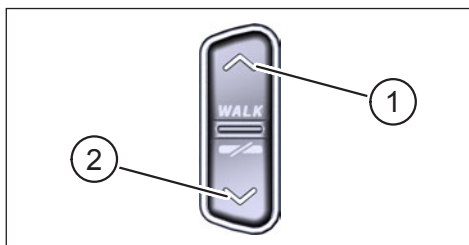

Fig. 2: Funcionamiento en el Remote
Pos. en Fig. 2	Descripción
- ▶ Mantenga pulsado el botón en el Display (Pos. 5 en Fig. 1) y el botón ABAJO en el Remote (Pos. 2 en Fig. 2) durante al menos 5 segundos.
- Pulse el botón ABAJO en el mando Remote (Pos. 2 en Fig. 2).